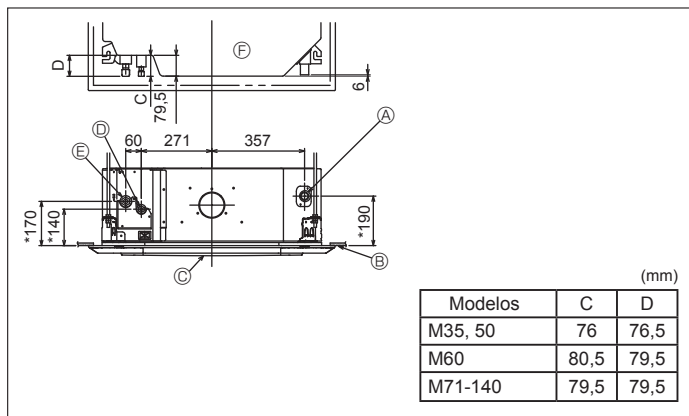

Fig. 3-3
3.3. Locais da tubagem de drenagem da unidade interior e de refrigeração (Fig. 3-3)